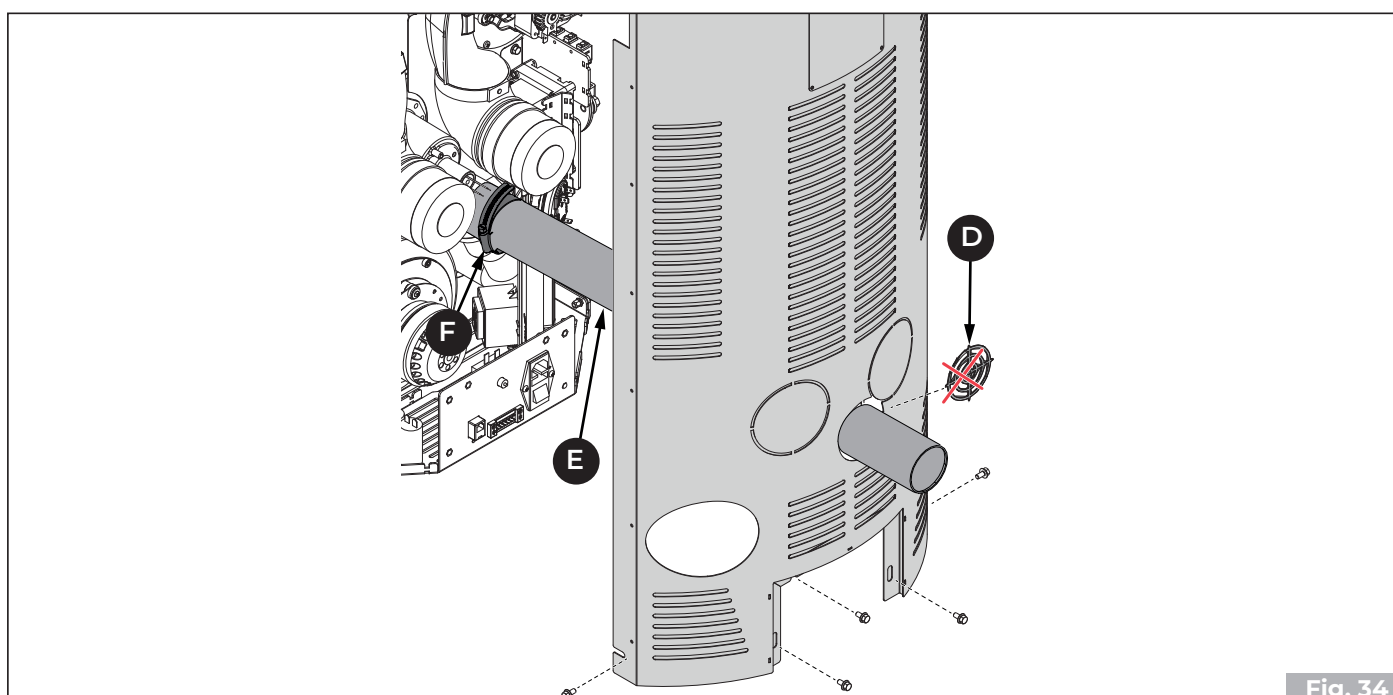

Fig. 34
- Togliere il pretranciato **(D)** sullo schienale **(C)** e far passare il tubo flessibile **(E)** per collegarlo ad una presa d'aria esterna ("Fig. 34").